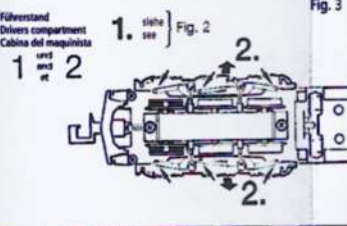

Fig. 3
1. Limpieza de los contactos eléctricos de la rueda: Los contactos eléctricos de las ruedas pueden ensuciarse fácilmente sobre rieles sucios. Retire con mucho cuidado, con un pequeño pincel, la suciedad en los puntos indicados en la Fig. 3. Retire para ello primero la carcasa de la locomotora (Fig. 2).